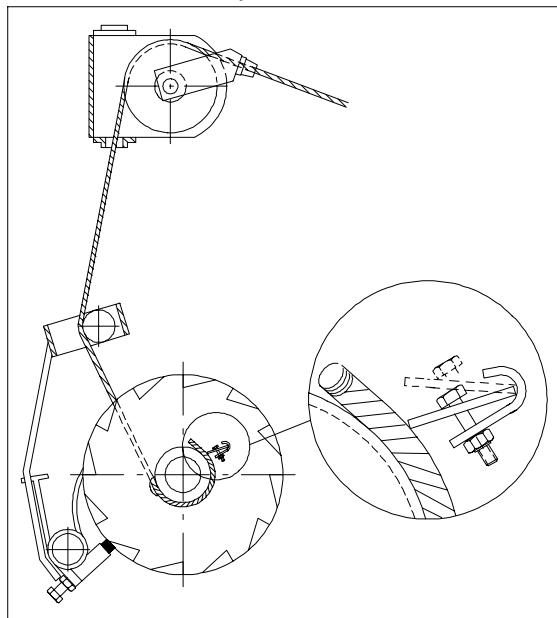

Fig. 19. Stramming av kabelen
5. Passer så enden av kabelen gjennom hullet i trommelplaten, dra cirka 15 cm (6"), og plasser under kilen til kabellåseutstyret. Se fig. 19.